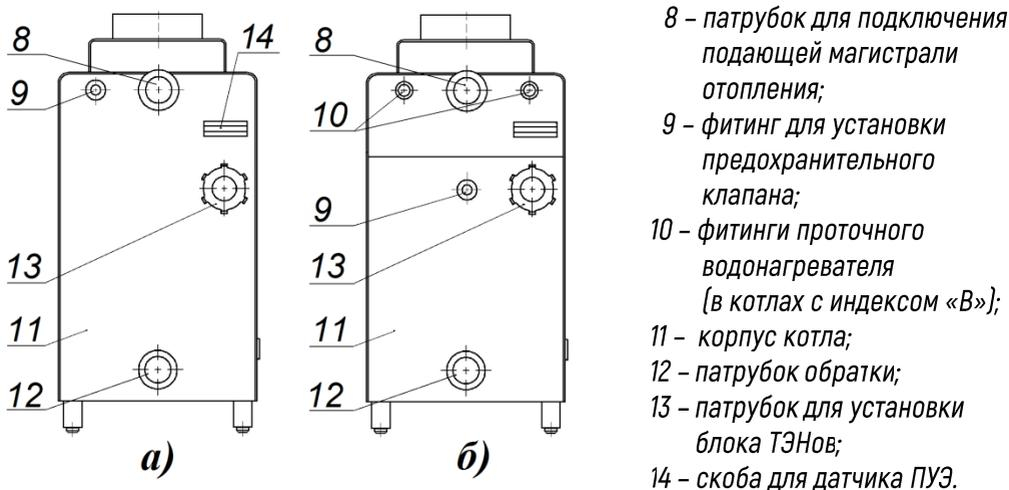

Рисунок 2. Вид котла сзади:
**5.7.** На задней панели котла (рис.2) расположены резьбовые патрубки для подключения котла к системе отопления: поз. 8 – для подключения подающей магистрали и поз. 12 – для подключения обратного трубопровода системы отопления.
**5.10.** Контроль работы ТЭНБ осуществляется с помощью пульта управления электронагревателями (ПУЭ). Скоба под температурный датчик ПУЭ (поз. 14, рис.2) находится на задней стенке котла.
**5.11.** ПУЭ и ТЭНБ не входят в базовую комплектацию котла и приобретаются отдельно (см. стр.12). В отсутствие ТЭНБ соответствующий патрубков (поз.13, рис.2) должен быть загерметизирован заглушкой G 1¼”.